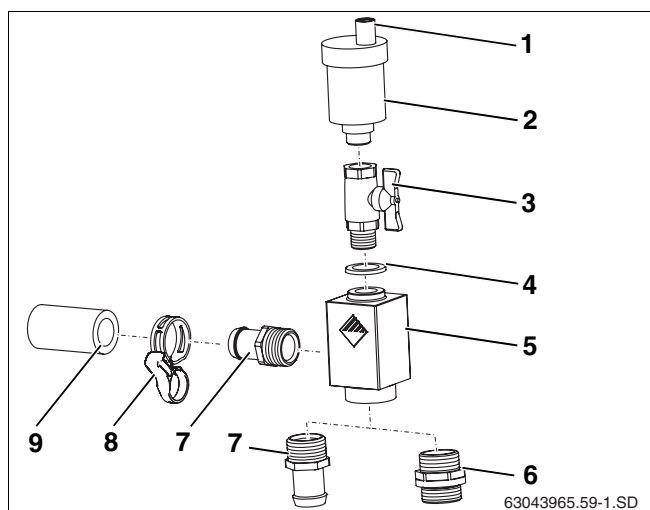

fig. 55 Conjunto de purga universal
A instalação solar é purgada através do parafuso sem cabeça aberto. Quando está em funcionamento e para não entrar humidade na instalação solar devido ao parafuso sem cabeça aberto, a tampa protectora (fig. 55, **item 1**) deve sempre estar colocada sobre o parafuso sem cabeça.
Fornecimento do conjunto de purga universal (fig. 55):